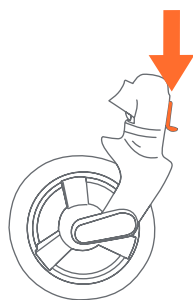

Fig. 11
- 11) • Las ruedas delanteras están equipadas con un mecanismo de bloqueo de giro. Empuje la palanca en cada rueda hacia arriba para enganchar el pestillo y empuje hacia abajo para desenganchar el mecanismo de bloqueo (Fig. 11).